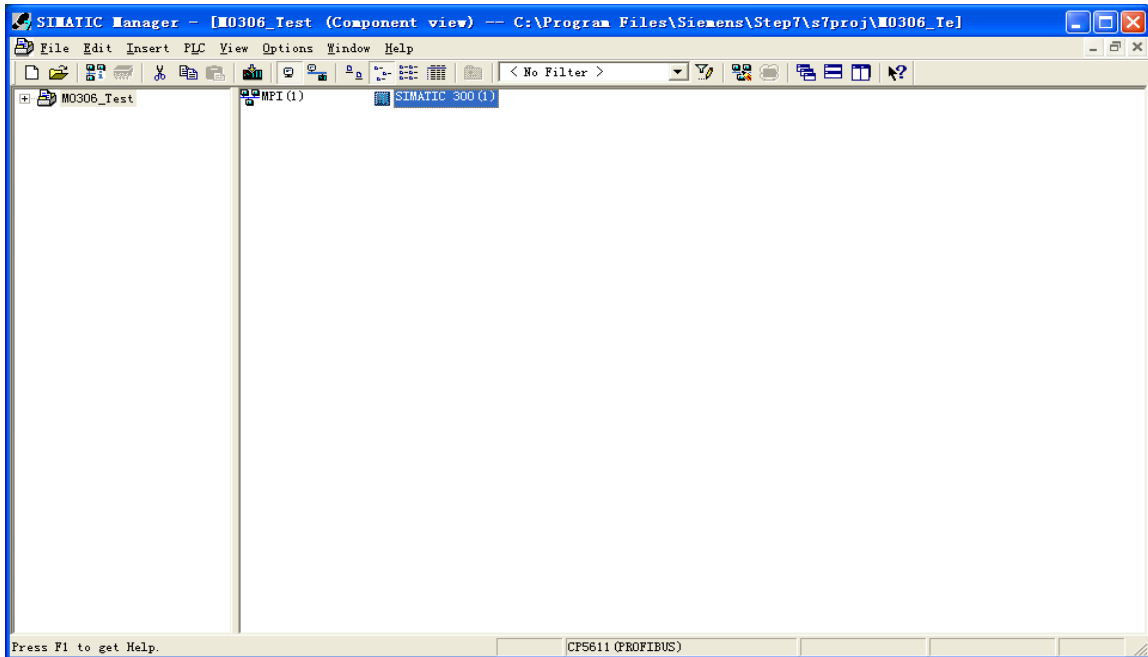

图 4.30 添加控制器
- 2) 输入工程名称，例如：“M0306_Test”；Type 缺省为“Project”；选择工程存储路径，例如：“C:\Program Files\Siemens\Step7\s7proj”，点击 OK 按钮。然后根据实际硬件的情况来搭建工程，首先，确定 CPU 的型号。以 CPU315-2DP 为例，它是属于 SIMATIC300Station，所以选择“Insert→Station→SIMATIC 300 Station”。在当前工程下，将会出现“SIMATIC 300(1)”，如下图 4.30 所示：